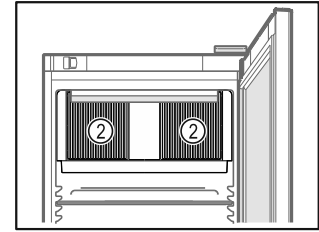

Fig. 62
- Pidä sisätilassa olevan kiertoilmapuhaltimeen tuuletusraot Fig. 62 (2) vapaina.